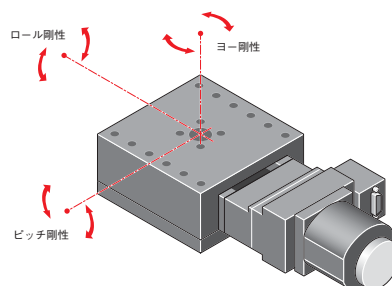

図3-16-1 モーメント剛性
3.16-1 X、XY、Zステージのモーメント剛性【図3-16-1】